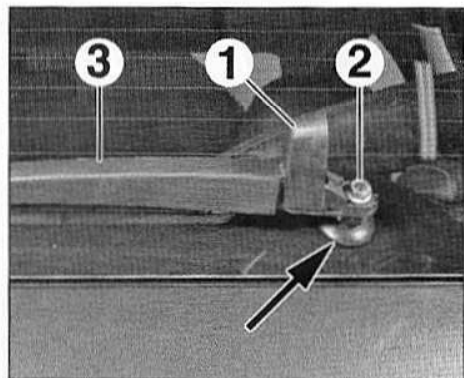

FIG.54
- Soulever la protection (1) (Fig.54).
- l'écrou (2),
- le bras d'essuie-glace arrière (3),
- Remplacer si nécessaire, le joint d'étanchéité (flèche) de l'axe de sortie du mécanisme (Fig.54).